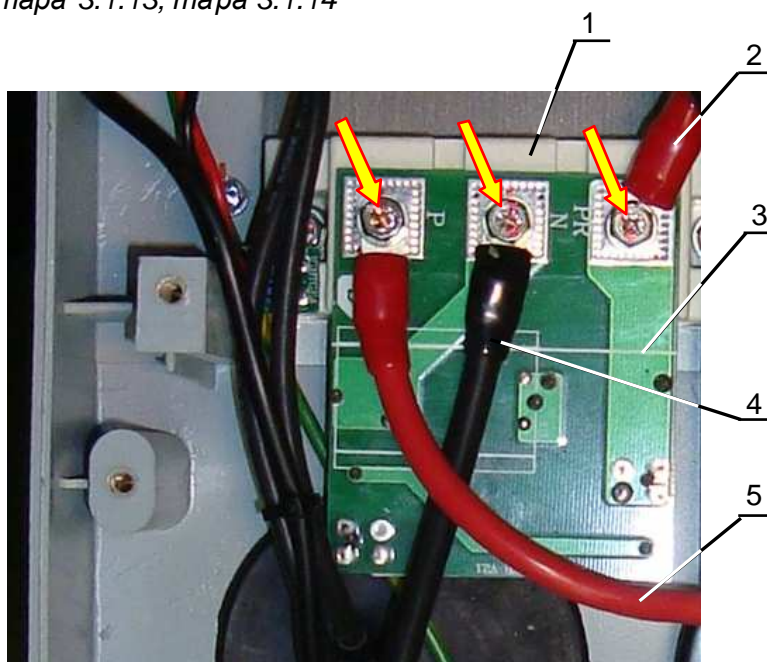

Рис. 6.18
6.12.1. Выкрутить три винта (желтые стрелки на рис. 6.18) крепления платы 3 к модулю IGBT динамического торможения 1. Снять провода 2, 4 и 5, снять плату 3. Положить плату, провода и винты в тару.